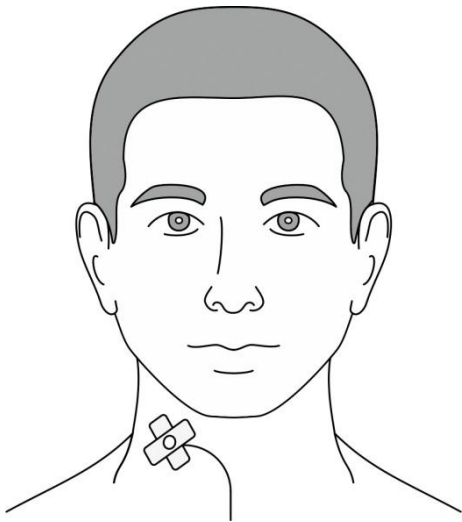

Рис. 39. Фиксация датчика храпа медицинским пластырем на боковой поверхности шеи пациента
- В случае использования отдельного датчика храпа зафиксируйте датчик медицинским пластырем на боковой поверхности шеи в зоне максимальной вибрации при симуляции храпа (рис. 39). Специальная подготовка кожи пациента не требуется. Подключите датчик к блоку усилителя согласно монтажу.